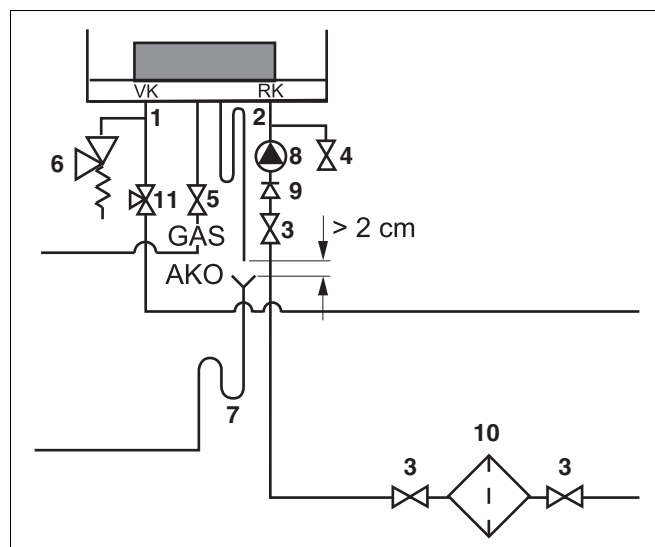

Fig. 12 Collegamento in mandata e ritorno
Per proteggere l'intero impianto di riscaldamento si consiglia di montare un filtro impurità (fig. 12, pos. 10) nella tubazione di ritorno. Nel caso in cui la caldaia venga collegata ad un impianto di riscaldamento esistente da molto tempo, è assolutamente necessario montare tale filtro.
- Collegare la tubazione di mandata completa di guarnizione di gomma piana, senza tensioni, al raccordo VK (mandata caldaia) (fig. 12, pos. 1). Utilizzare tubature di mandata con diametro minimo di 1½".
- Collegare la tubazione di ritorno completa di guarnizione di gomma piana, senza tensioni, al raccordo VK (ritorno caldaia) (fig. 12, pos. 2). Utilizzare tubature di ritorno con diametro minimo di 1½".
- Collegare un rubinetto di carico e scarico nella tubazione di ritorno (fig. 12, pos. 4).
- Inserire una valvola di sicurezza (fig. 12, pos. 6) con una luce minima di 1" nella tubazione di mandata. Verificare che la valvola di sicurezza sia sempre adeguatamente collegata tra la caldaia e il valvola a tre vie.
- Installare la pompa (fig. 12, pos. 8) nella tubazione di ritorno.